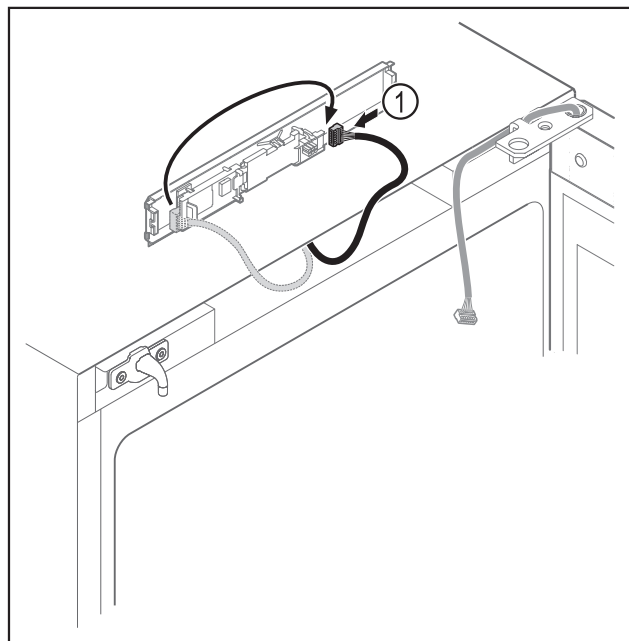

Fig. 14
- Flytta kontakten Fig. 14 (1) till kretskortet.